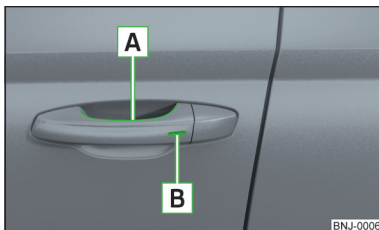

Fig. 33
**Senzorii din mânerul portierei din față** » fig. 33
➤ Prindeți mânerul portierei față sau acoperiți senzorul **A** » fig. 33 cu toată suprafața palmei » **!**.
➤ Atingeți senzorul **B** » fig. 33 cu degetele.